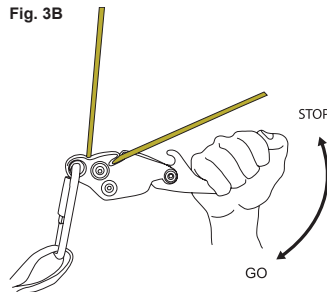
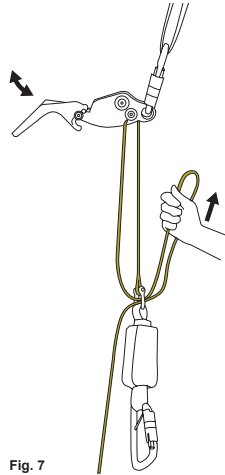

Fig. 3B
Fig. 7
7. A velocidade de descida é ajustada mantendo uma mão no punho e a outra segurando na corda por baixo do dispositivo. Comece com a corda num ângulo fora da abertura, conforme mostrado na fig. 3B. Ao mover o punho para baixo, a velocidade aumentará. Quando mover o punho para cima ou o soltar, o dispositivo parará. Aumente ou diminua o atrito movendo a linha para a parte mais estreita da abertura. É importante manter sempre uma mão na linha para controlar a descida.
ângulo fora da abertura. Com o descensor invertido, a descida começa puxando o manípulo para cima fig. 7 e pára quando desloca o manípulo para baixo ou solta-o. Aumente ou diminua a fricção movendo a linha para a parte estreita da ranhura, como mostrado na fig. 3B. É importante manter sempre uma mão na corda por baixo do dispositivo para ter um maior controlo da descida.